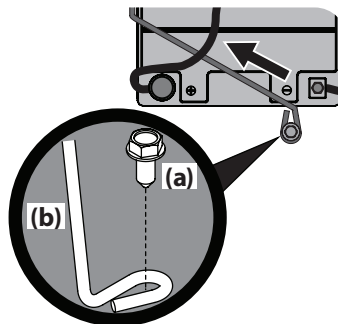

Figura 20
**NOTA:** El mazo de cables debería colocarse sobre la parte superior de la barra de sujeción de batería. De no ser así, el mazo de cables podría resultar dañado. Consulte la Figura 20 en la página 10.
3. Extraiga el tornillo de arandela hexagonal (a) que sujeta el soporte de sujeción de la batería al bastidor (b). Luego levante el soporte de sujeción de la batería (b) para liberar la batería. Consulte la Figura 20.